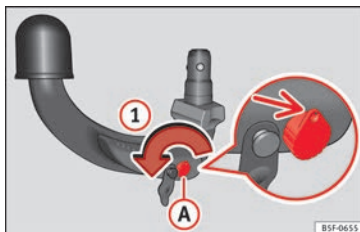

Abb. 223 Schritt 1
- Drehen Sie den Schlüssel in Pfeilrichtung ①, bis sich der gelochte Teil des Schlüssels oben befindet **» Abb. 223** (Pfeil).